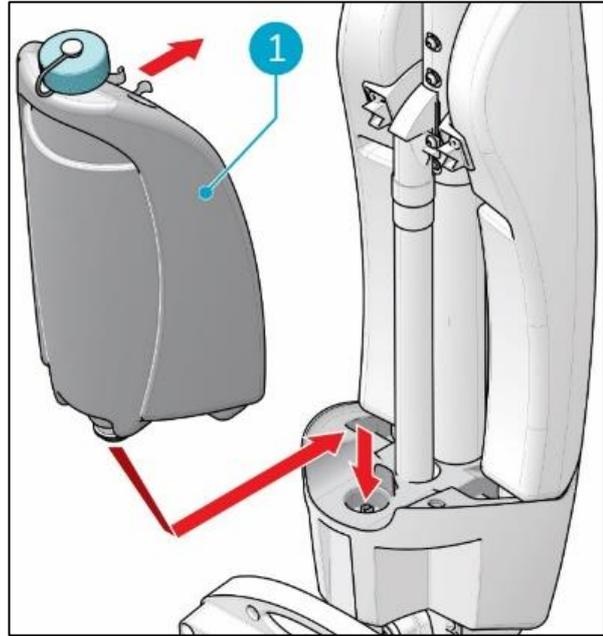

Figure 11
1. Placer le réservoir (Figure 11, pos 1) sur l'i-mop® XL basic avec la valve en premier.